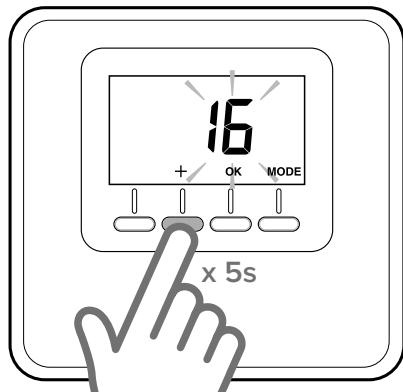
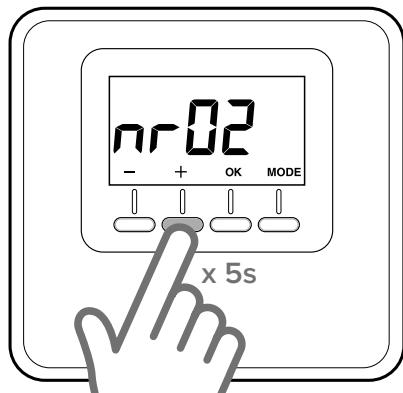

Fig. 14
Fig. 15
- Appuyer 5 secondes sur la touche « + » sur le capteur d'ambiance (Fig. 14). L'écran indique, en alternance, la version du logiciel et l'indice de modification. L'écran affiche le paramètre « **NR02** » (Fig. 15).